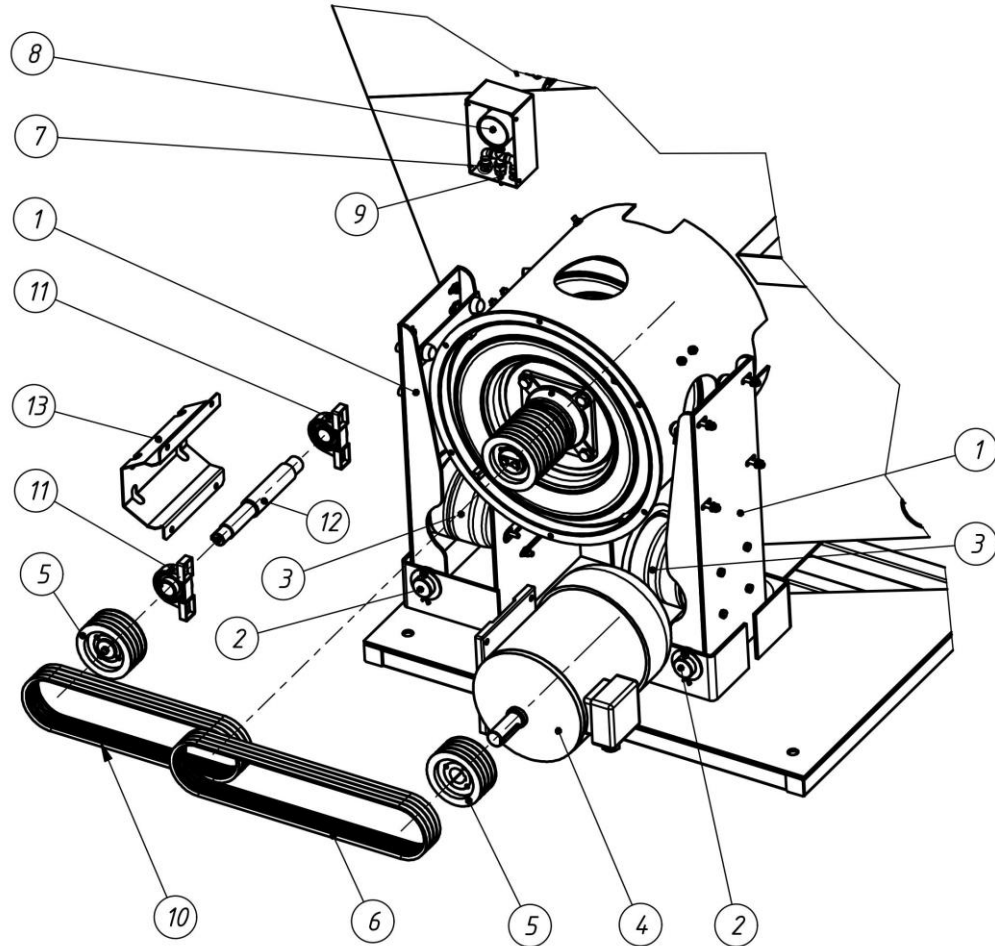

Рис. 5 Адаптивная система натяжения ремней главного привода (АСНР)
Адаптивная система натяжения ремней главного привода (АСНР) (Рис.5) состоит из: двигательных площадок (1), установленных на осях (2), пневмоамортизаторов (3), электродвигателя (4), ведущих шкивов (5), ремней клиноременной передачи (6) и (10), воздушных шлангов (7), манометра (8) для контроля давления воздуха в системе, ниппеля подкачки (9), подшипниковых опор (11), вала (12), кожуха (13).